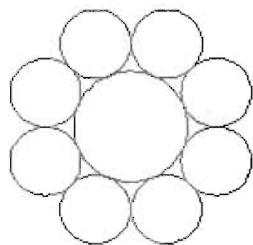
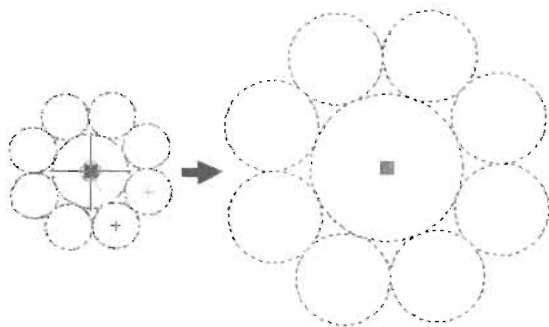

图 5-19
图 5-20
(1) 打开配套光盘中的“操作示例 5-4.dwg”文件,如图 5-19 所示。
(2) 选择水龙头对象,单击选择图形的夹点。
(3) 当前为“拉伸”模式,按三次空格键切换到“比例缩放”模式,然后缩放对象,如图 5-20 所示,命令执行过程如下。